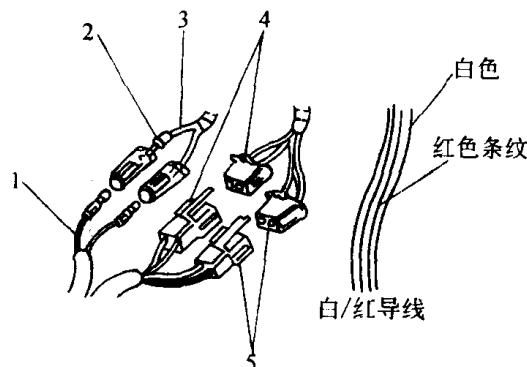

图 1-8 插接件的接线颜色
1. 两组导线相接时，必须是同颜色的线相连接，如果不同颜色的导线要进行连接，则应在连接头附近装上起标记颜色作用的套管。导线插接座应选择颜色和接头数都相同的连接器。如果导线有两种颜色，则应注意其主体颜色，后看导线上条纹的颜色，如图 1-8 所示。